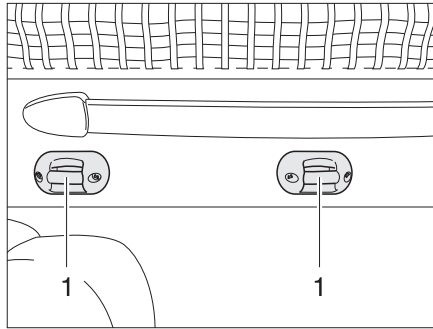

Fig. 167 Soporte escalera de ascenso
- Enganchar la escalera de ascenso a las grapas (Fig. 167,1) de la cama elevada con los dos ganchos.